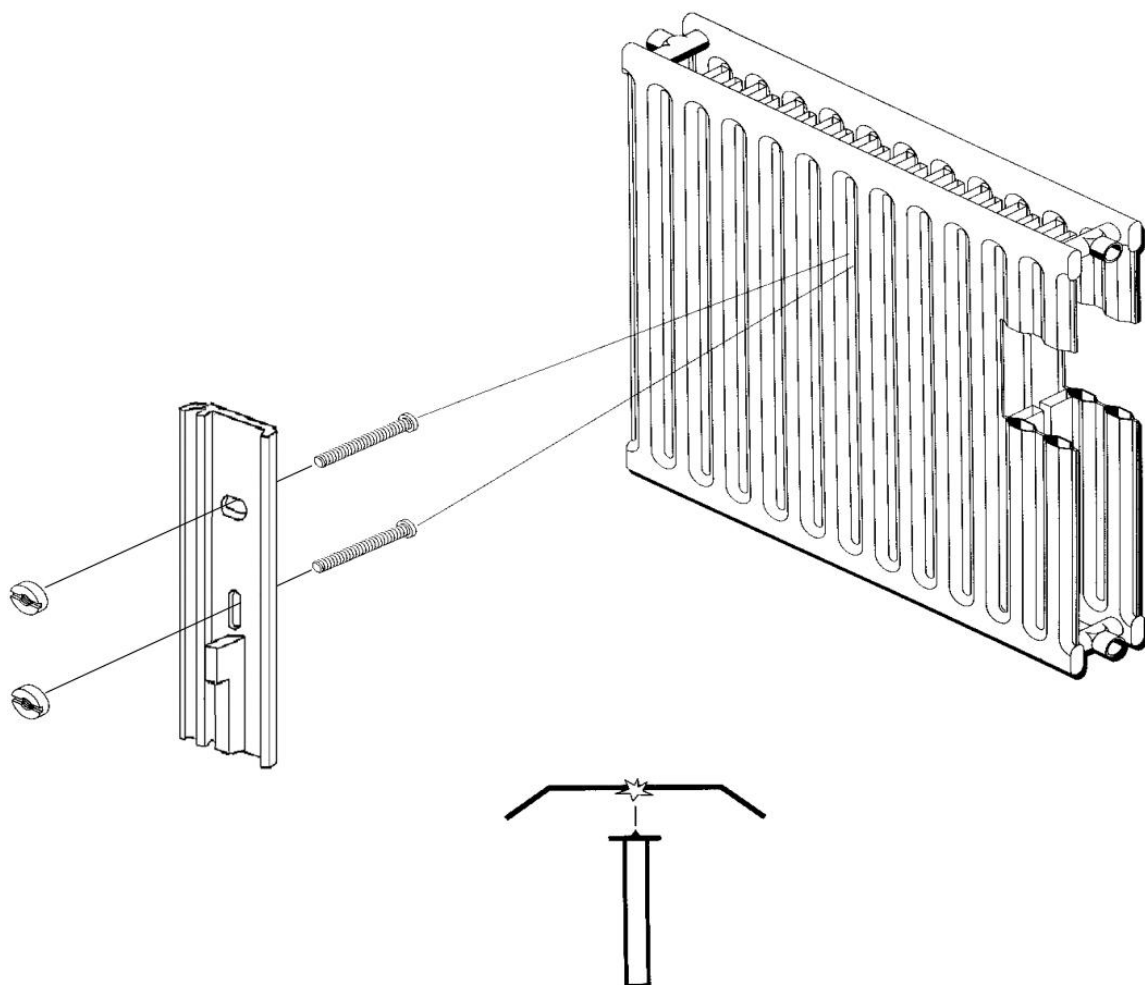

Рис. 4.2. Установка теплового адаптера на радиатор.
- С помощью аппарата для конденсаторной приварки шпилек типа SW2500 или аналогичного приварить 2 шпильки М4х15 вертикально на расстоянии 25 мм друг от друга, как показано на рис.4.2;